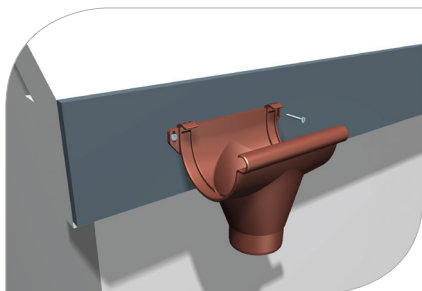

рис. 4
- 1.8 В системе Galeco PVC воронки и соединители монтируются неподвижно к лобовой доске при помощи специальных держателей (или при помощи кронштейна к доске стропильной ноги), что стабилизирует систему и способствует тому, что одним подвижным элементом остается желоб **(рис. 4)**